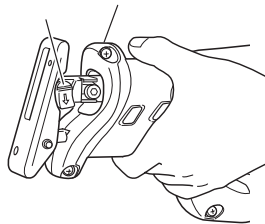

Fig. 2
- (1) Conecte y desconecte varias veces el gatillo interruptor de manera que la palanca pueda salir completamente de la cubierta delantera. Seguidamente, desconecte el interruptor y desenchufe el cable de alimentación. (Fig. 2)
- No desmonte la cubierta delantera (consulte la Fig. 2). Para utilizarla, sostenga firmemente con la mano la cubierta delantera. No obstante, no coloque la mano o el dedo más allá del reborde (véase imagen imagen 18) de la cubierta superior para evitar heridas.